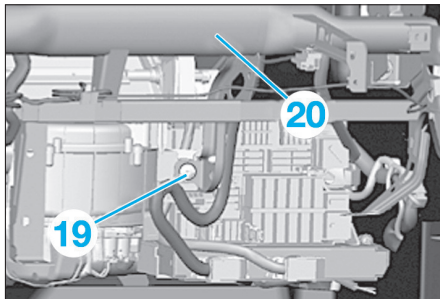

Fig. 22
- Détacher le faisceau de câbles (22) du tube-support (20) (Fig.22).